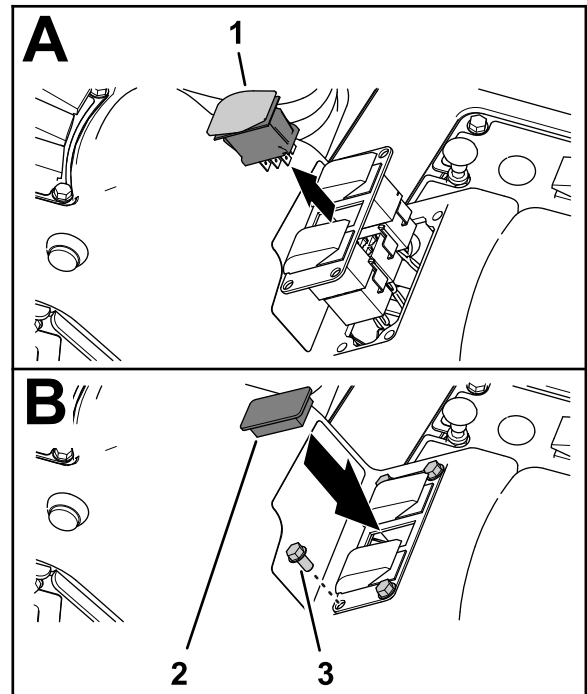

図 34
2. レート制御スイッチのロックタブをつまんで、スイッチを3スイッチパネルから押し出す 図 34。
5. 3スイッチパネルを制御コンソールに組み付ける 図 34ステップ 1で取り外したフランジヘッドねじ $\frac{1}{4} \times \frac{1}{2}$ "4本を使用する。